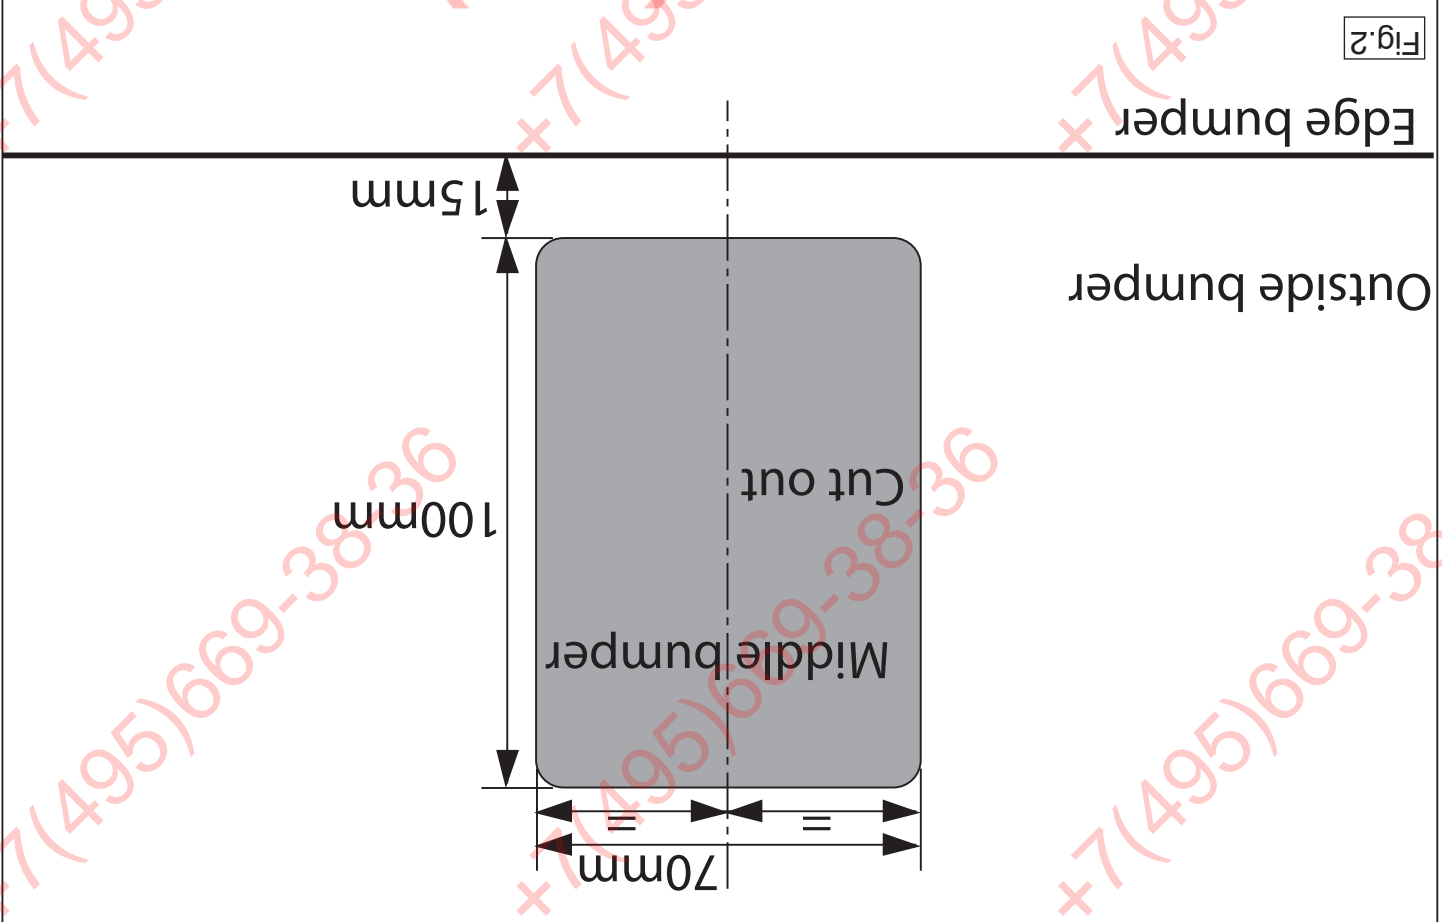

Fig.2
4. For W164 vehicles, the following applies: Saw a section out of the middle of the underside of the bumper as shown in fig 2.
4. **Für W164-Fahrzeuge gilt:** Auf der Unterseite der Stoßstange einen Teil aus der Mitte gemäß Abbildung 2 herauserschneiden.
4. Выпилить часть из багера в середине снизу, как указано на рис. 2.